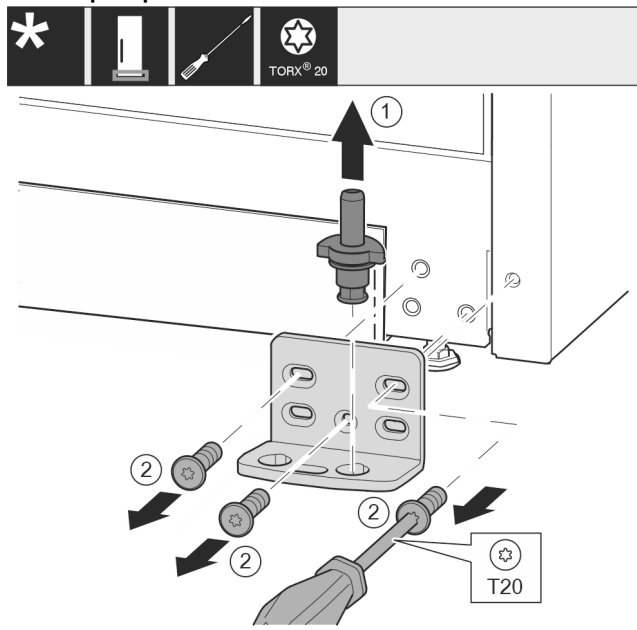

Fig. 12
- ▶ Опорний гвинт цілком витягніть рухом вгору. Fig. 12 (1)
- ▶ Викрутіть гвинти за допомогою викрутки T20 та зніміть опорний кронштейн. Fig. 12 (2)